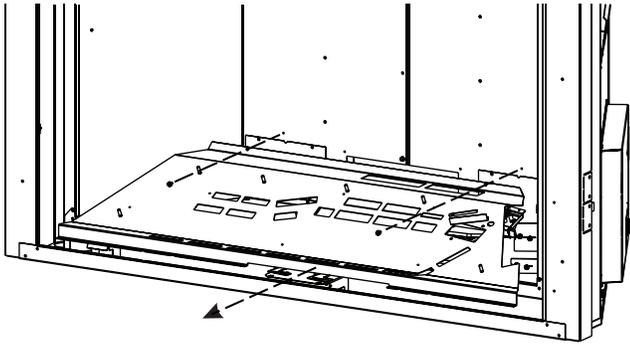

Figure 8
3. Retirer la base du brûleur. Voir Figure 8.